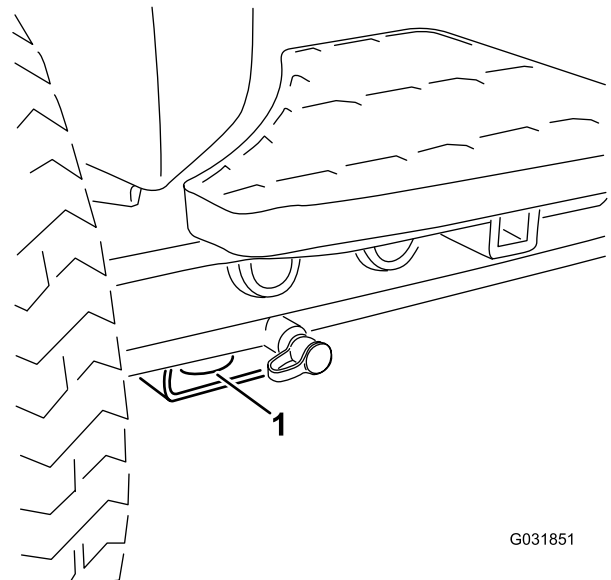

Figure 41
- Avant – trou du patin rectangulaire, sous le tube d'essieu, à l'intérieur de chaque roue avant (Figure 41)